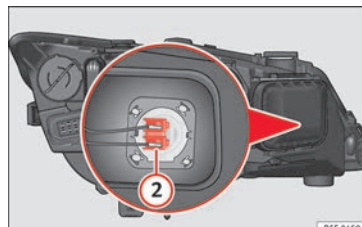

Fig. 108 Lampadina per anabbaglianti.
- Premere lateralmente il connettore » **fig. 108** ② verso sinistra o destra e tirare.